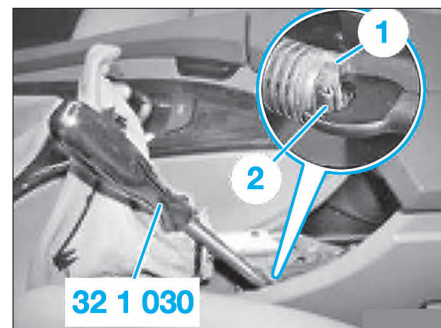

FIG. 19
- Verrouiller l'unité de rattrapage de jeu. Pour cela, repousser la butée (1) du ressort de rattrapage à l'aide de l'outil 32 1 030 de façon à ce que le crochet de retenue (2) s'emboîte dans la butée (1) (Fig.19).
- Déverrouiller l'unité de rattrapage de jeu. A l'aide d'un tournevis approprié, écarter vers l'extérieur le crochet de retenue (2) (Fig.19) Le crochet de retenue (2) doit se décrocher de la butée (1) du ressort de rattrapage de jeu.